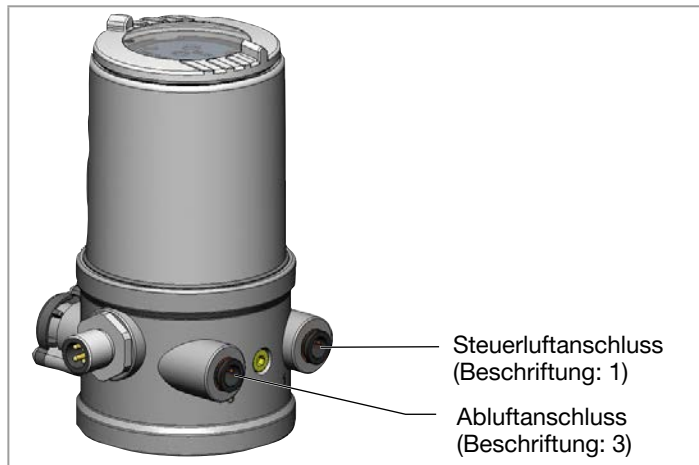

Bild 12: Pneumatischer Anschluss
- Das Steuermedium an den Steuerluftanschluss (1) anschließen (3...7 bar; Instrumentenluft, öl-, wasser- und staubfrei).
- Die Abluftleitung oder einen Schalldämpfer an den Abluftanschluss (3) montieren (siehe „Bild 12: Pneumatischer Anschluss“).